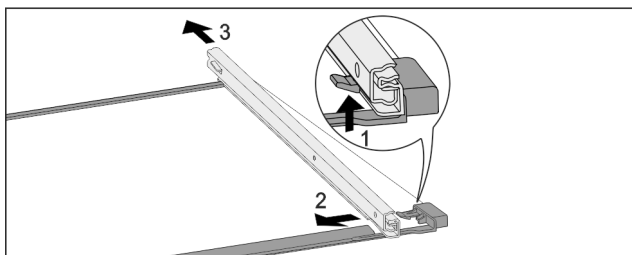

Fig. 133 Стъклена плоча с релси
- ▶ Натиснете нагоре предните фиксиращи палци. Fig. 133 (1)
- ▶ Плъзнете изтеглящата релса настрани Fig. 133 (2) и назад Fig. 133 (3).